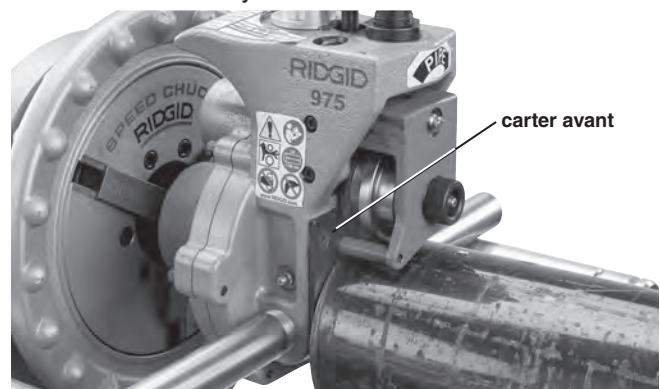

Figure 8 – Engagement du tuyau sur l'arbre de transmission jusqu'à fleur du carter avant
6. Réglez le tuyau et les porte-tubes de manière à ce que l'extrémité du tuyau se trouve à fleur du carter avant de la rainureuse et que sa face intérieure s'appuie sur l'arbre de transmission (*Figure 8*). L'axe du tuyau doit être centré sur l'axe de l'arbre de transmission. Pour ce faire, nivelez à la fois le tuyau et le système d'entraînement ou fileteuse utilisé.